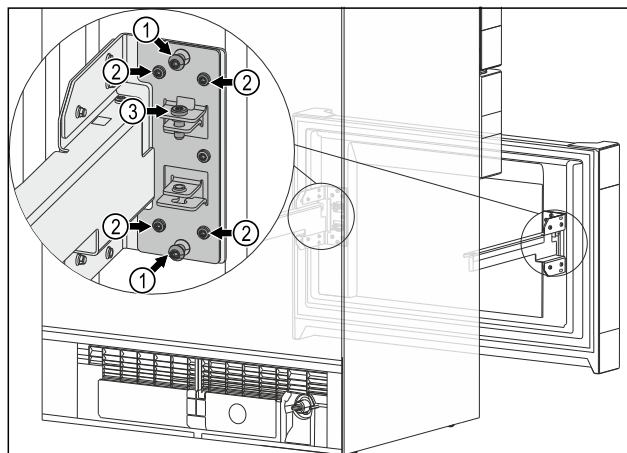

Fig. 13
- ▶ Demontirajte oba srednja vijka Fig. 13 (1).
- ▶ Otpustite sva četiri vijka Fig. 13 (2).
- ▶ Dosegnut je krajnji položaj izvlačne kutije: Pritegnite sva četiri vijka Fig. 13 (2).
- ▶ Srednji vijci Fig. 13 (1) više vam nisu potrebni.